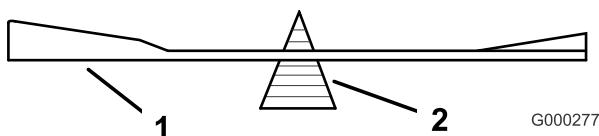

Figura 68
2. Controllate l'equilibrio della lama posizionandola su un bilanciatore (Figura 68). Se la lama rimane in posizione orizzontale, è bilanciata e può essere utilizzata. Se la lama non è bilanciata, limate del metallo soltanto dalla costa (Figura 66). Ripetete la procedura finché la lama non è perfettamente bilanciata.